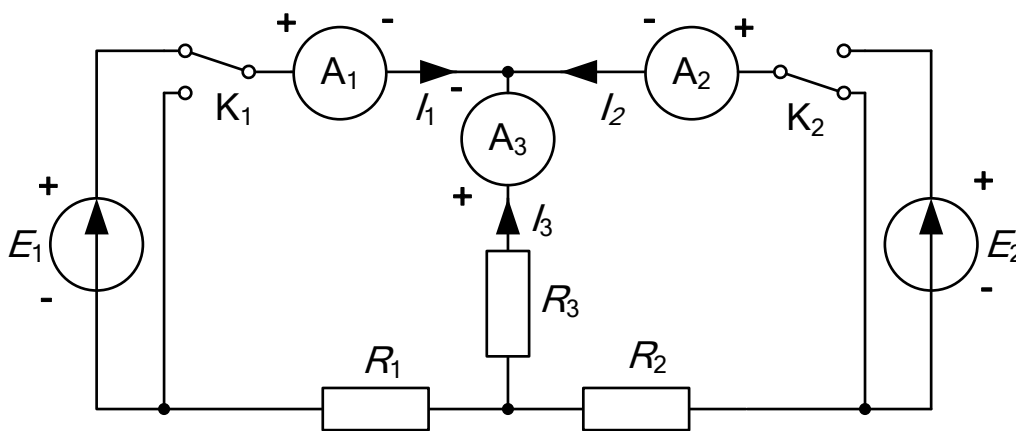
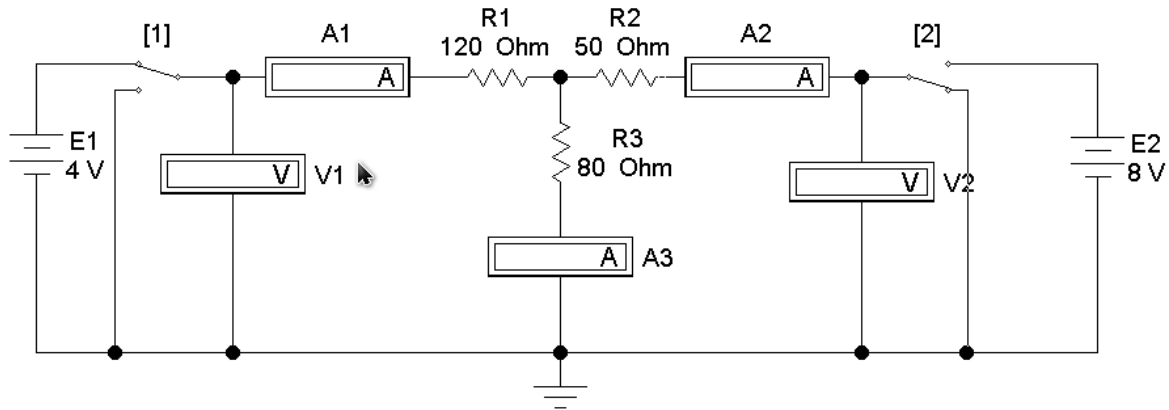

Рис. 1.1
Рис. 1.2
В работе используется двухконтурная схема, рис. 1.1.
В программе EWB схема, представленная на рис. 1.1, будет выглядеть следующим образом (рис. 1.2):
5. В чем сущность принципа наложения? Как его проверить на примере цепи рис. 1.1?
1. Собрать схему (рис. 1.2) и установить значения ЭДС  $E_1$ ,  $E_2$  и сопротивлений  $R_1$ ,  $R_2$ ,  $R_3$ , выбрав из табл. 1.1 свой вариант.